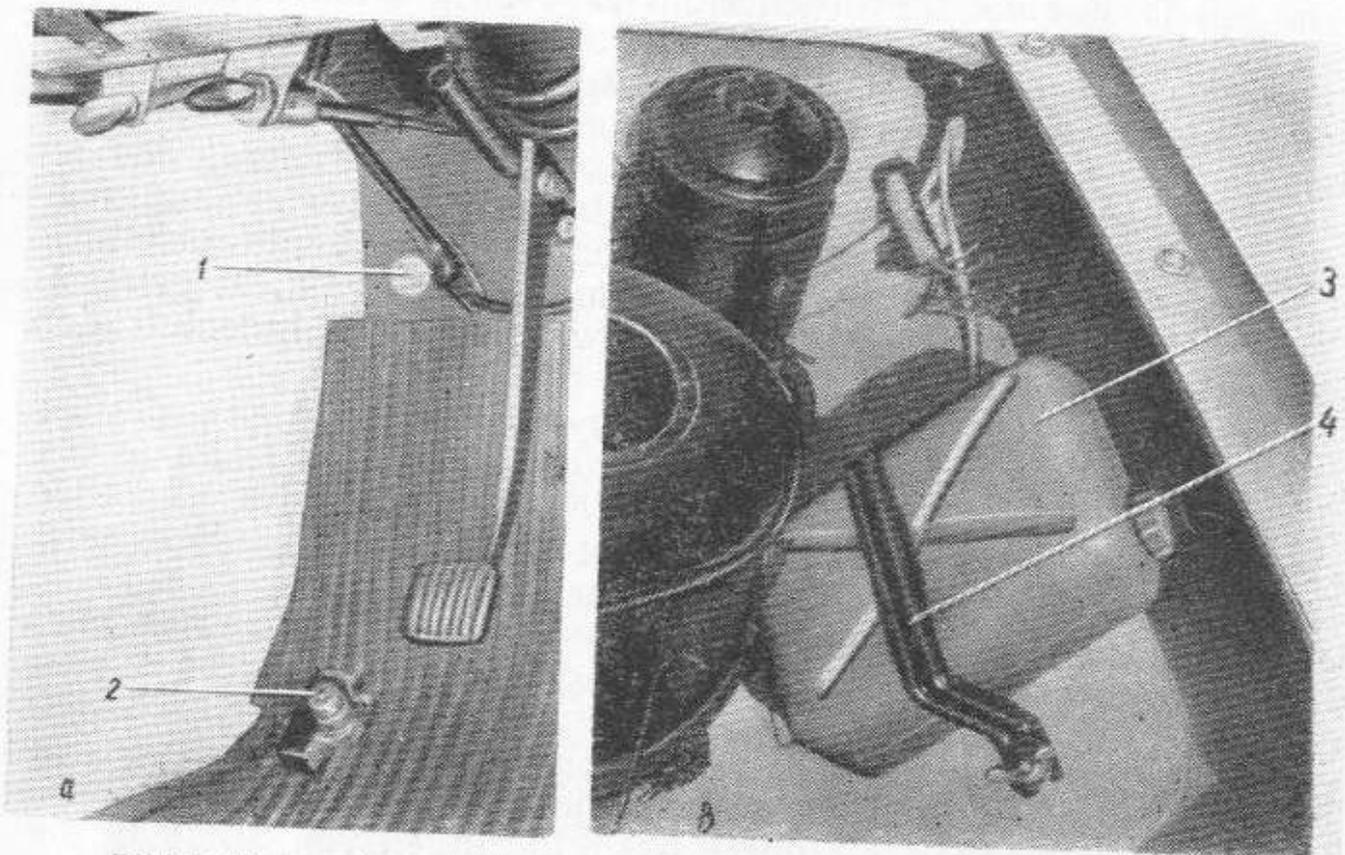

Bild 8. Einbau der Pumpe und des Behälters der Scheibenwaschanlage:
Fußumschaltknopf 1 (siehe Bild 8) für Scheinwerferlicht (Abblend-Fußumschalter). Beim Durchtreten desselben erfolgt nacheinander eine der folgenden Umschaltungen: Licht der Begrenzungsleuchten auf Abblendlicht der Scheinwerfer (wenn der Griff des zentralen Lichtschalters in die erste Stellung herausgezogen ist), Abblendlicht der Scheinwerfer auf Fernlicht (wenn der Griff des zentralen Lichtschalters in die zweite Stellung herausgezogen ist) und umgekehrt.
1. Pumpe 2 (Bild 8, a), die am unteren Teil der Aufbaufrontplatte links vom Kupplungsfußhebel über dem Lichtfußumschalter angeordnet ist.
2. Behälter 3 (Bild 8, b) der Waschanlage mit Einfüllkappe, der mit Hilfe von Bügeln am rechten Schmutzblech unter der Motorhaube befestigt ist.
Zur Nachfüllung von Wasser in den Behälter muß dieser ausgebaut werden. Zu diesem Zwecke muß man die Flügelmutter völlig abschrauben und den Bügel 4 (s. Bild 8, b) mit einer Hand